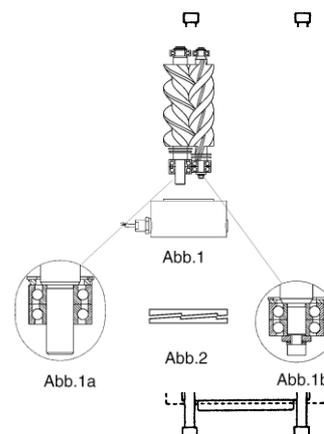

Рис.1
- снимите торцевые крышки (рис. 1)